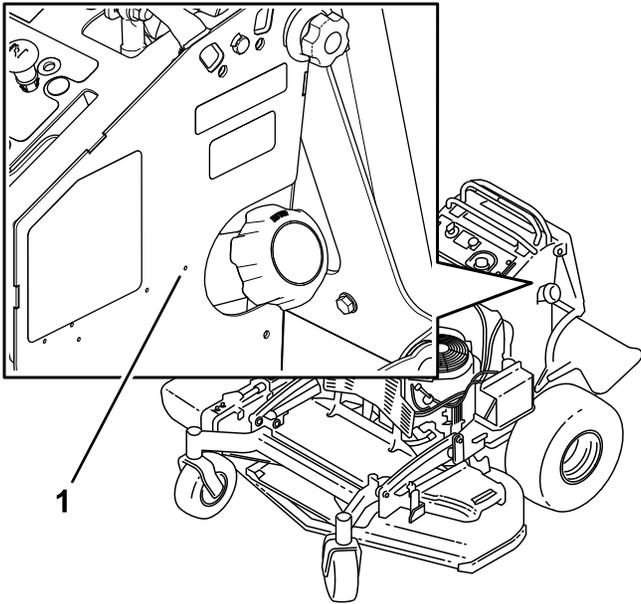

Figure 1
2. Sur le côté gauche de la machine, localisez le trou pilote et percez un trou de ⅜ po (Figure 1).